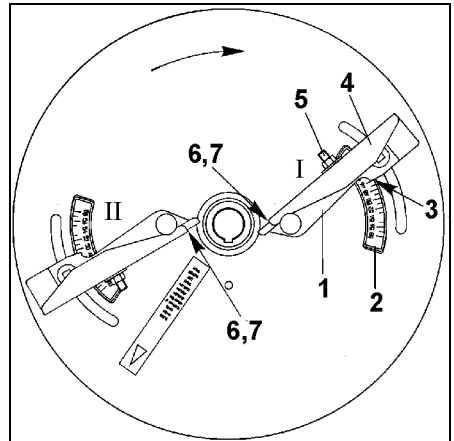

Fig. 45
erfolgt über die Teleskopschaufeln (Fig. 45/1) nach Angaben der Streutabelle in Abhängigkeit der auszustreuenden Düngersorte und dem Abstand der ersten Fahrspur vom Feldrand wie folgt:
- Teleskopschaufeln (Fig. 45/1) auf der Streuscheibe nach Lösen der jeweiligen Knebelmutter im Bereich der Skala (Fig. 45/2) verschwenken. Zahlenwert an Ablesekannte (Fig. 45/3) ablesen und Knebelmutter wieder anziehen.
- Schaufelaußenteil (Fig. 45/4) nach Lösen der Mutter (Fig. 45/5) auf der Skala (Fig. 45/6) auf einen höheren Buchstabenwert einstellen. Abgelesen wird die jeweilige Stellung des Schaufelaußenteils an der Ablesekannte (Fig. 45/7) auf der Skala.